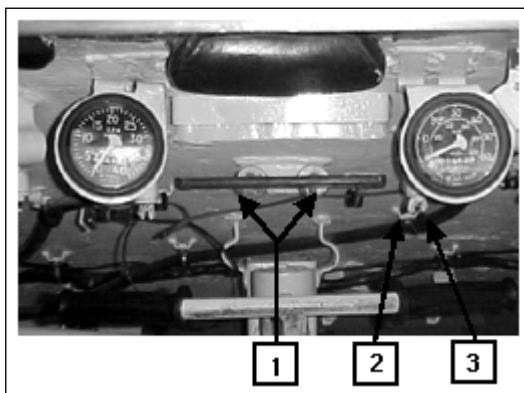

Fig 3-18. Encaixe do periscópio M27
a. Instalação (Fig 3-18 a 3-23)
(1) Travar a torre com o Can acima da escotilha do Motr, como medida de segurança durante a remoção do periscópio de seu alojamento.
(2) A escotilha do Motr deve permanecer fechada e trancada enquanto o aparelho estiver instalado.
(3) Manter a tecla do periscópio desligada e cobrir as lentes quando o aparelho não estiver sendo usado. Não expor o aparelho ao brilho da luz (refletores, chama, luz da lua, sol, etc.).
(4) Certificar-se que a porca roscada (1) à frente do periscópio M27 esteja totalmente parafusada no sentido horário.
(5) Soltar as borboletas (2). Enquanto segura o periscópio com uma das mãos, girar os dois retentores (3) até estarem soltos de seus encaixes.